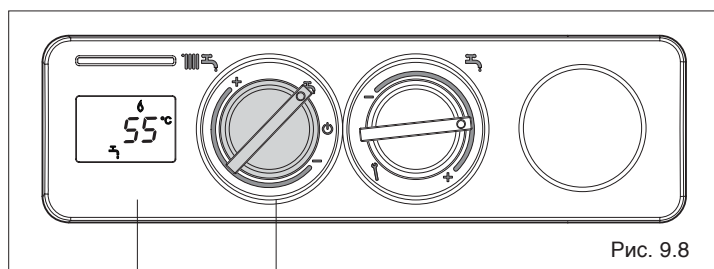

Рис. 9.8
- **Режим «Лето»:** при повороте переключателя на символ  (1, Рис. 9.8) включится летний режим работы котла (только ГВС).
Котёл будет находиться в режиме ожидания до тех пор, пока не поступит запрос на нагрев воды в бойлере, тогда горелка разожжётся, а на дисплее (4, Рис. 9.8) отобразится температура воды в бойлере, значок работы в режиме ГВС  и значок пламени . Котёл будет работать до тех пор, пока не будет достигнута заданная температура в бойлере. После этого он снова перейдёт в режим ожидания "stand-by".